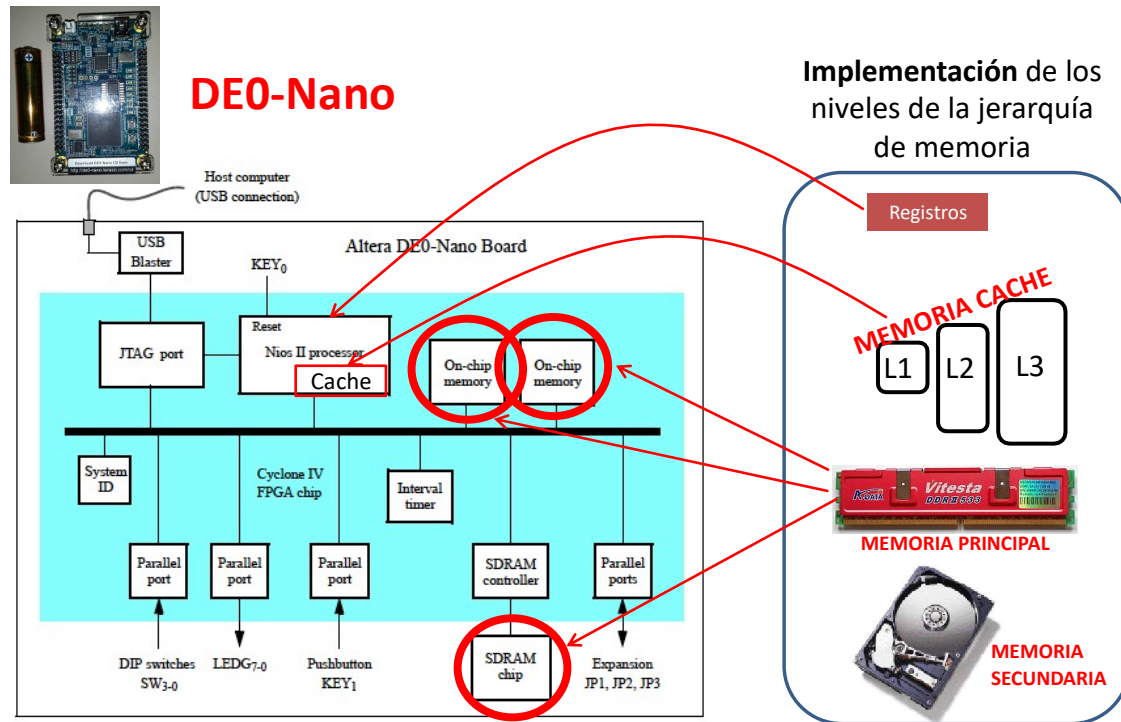

Figura 1. Implementación de los niveles de la Jerarquía de Memoria de la arquitectura del Computador Básico de la placa DE0-Nano
- Con circuitos electrónicos de tipo SDRAM que se encuentran en el exterior del chip donde se encuentra el procesador (ver Figura 1).
- Con circuitos electrónicos de tipo SRAM. En DE0-Nano existe un dispositivo SRAM que se utiliza en esta práctica para implementar la memoria principal (ver Figura 1):
- Este nivel se implementa con circuitos electrónicos de tipo SRAM que se encuentran en el mismo chip donde se encuentra el procesador (FPGA, ver Figura 1).
El objetivo de esta primera actividad consiste en **medir el tiempo real de cómputo** del programa Fibonacci utilizando la memoria SDRAM de la placa DE0-Nano, además del procesador Nios II/e, y el temporizador Timer que es un dispositivo de entrada/salida que acompaña a los componentes hardware mencionados (ver Figura 1).
¿Este nuevo resultado de prestaciones temporales es razonable? Razónalo y justifica la respuesta utilizando el diagrama de la Figura 1 que se encuentra al principio de este documento.